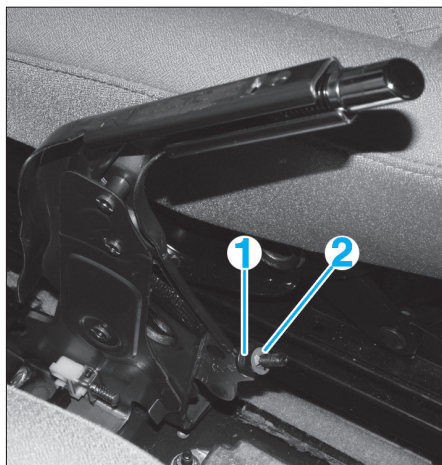

Fig. 23
- Sur le frein à main (Fig.23) :
- déposer la rondelle (1),
- desserrer de cinq tours l'écrou de réglage du frein à main (2).